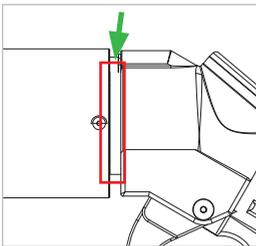

Abbildung 18
- ▶ Ziehen Sie die Stoßschutzhülse (Pos. 1) nach vorne. Geben Sie einen Sprühstoß auf den gekennzeichneten Bereich (*Abbildung 18*).